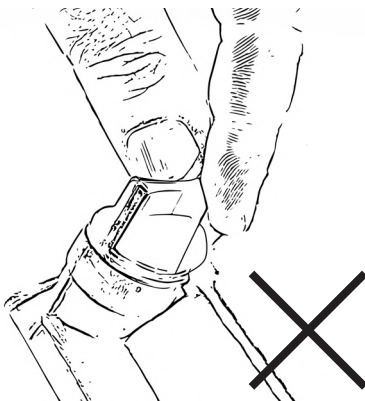

Abbildung 13
Niemals Öleinfüllstopfen mit verbundenen Messstab beim Ablesen des Ölstands in das Gewinde drehen. Das führt zu einem falschen Messergebnis, Abb.13.
- Tauchen Sie den Messstab vollständig in das Öl ein. Drehen Sie niemals den Messstab in das Gewinde, Abb.13.